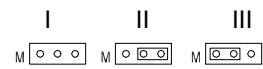

Fig.4
4. Optionen f. Wiedergabemodus siehe **Fig. 4**.